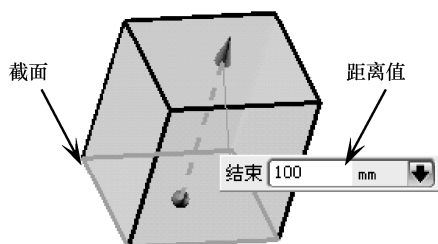

图 3-3 【值】方式
- 值：通过参数方式确定拉伸特征的起始或终止位置，如图 3-3 所示。